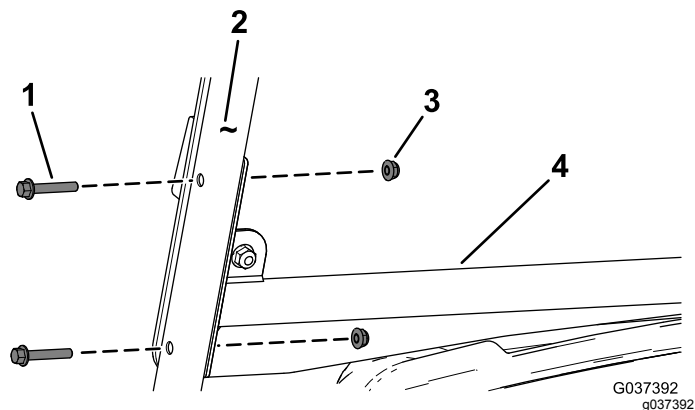

Figura 2
1. Fissate il supporto del parabrezza ai tubi del tettuccio utilizzando 4 vite a testa flangiata ($\frac{1}{4}$ " x $1\frac{1}{2}$ "") e 4 dadi flangiati ($\frac{1}{4}$ "") come illustrato nella Figura 2.